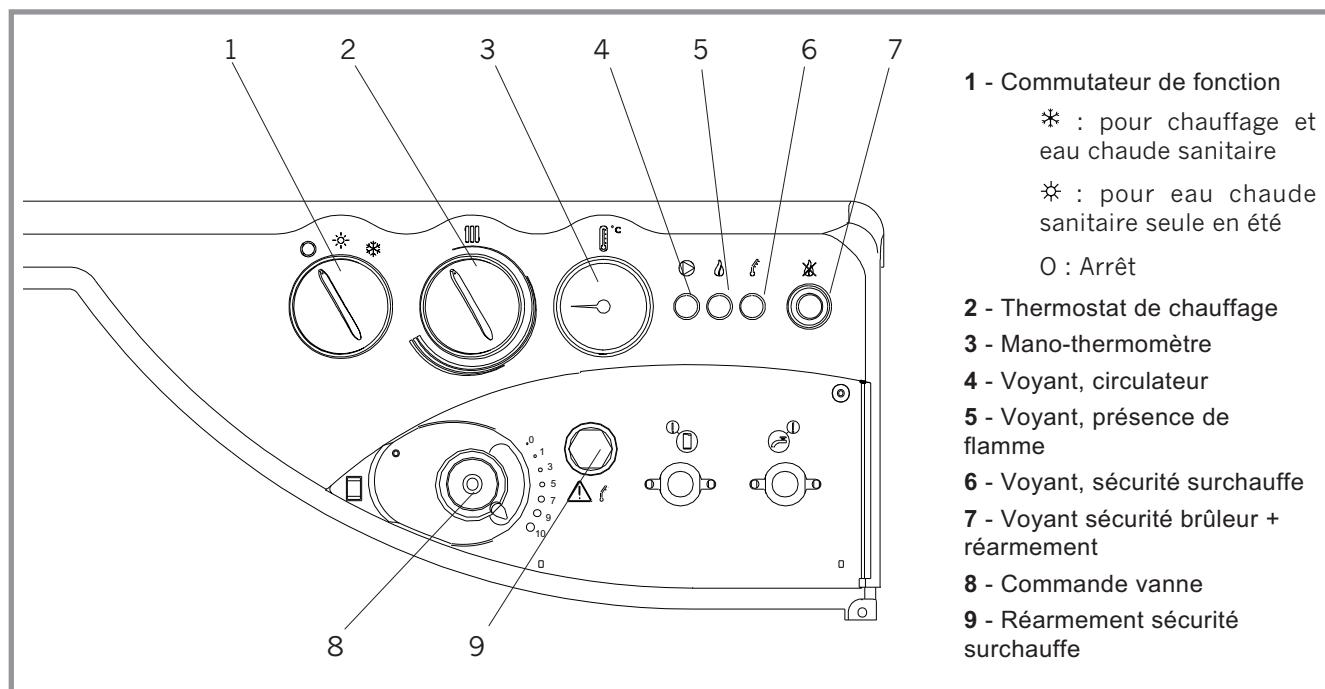

Figure 30 - Organes de commande et de contrôle
- Positionner le commutateur (rep. 1, fig. 30) sur la fonction désirée :
Si la chaudière est équipée d'un thermostat à régulation sur vanne, se référer au mode d'emploi de cette régulation. La chaudière s'allumera automatiquement lors d'une demande chauffage ou sanitaire après une phase de ventilation d'environ 15 secondes. La présence de flamme est signalée par le voyant vert (rep. 5, fig. 30).
- S'assurer que le thermostat de chaudière (rep. 2, fig. 30) est en demande.
- S'assurer que le thermostat de sécurité est bien armé, pour cela dévisser le capuchon (rep. 9, fig. 30) et appuyer sur le bouton.
- S'assurer que le brûleur n'est pas en sécurité, pour cela appuyer sur le bouton de réarmement sécurité du brûleur (rep. 7, fig. 30).
- Positionner le commutateur sur * (rep. 1, fig. 30)
- Régler la manette de la vanne mélangeuse (rep. 8, fig. 30) entre 1 et 10 pour obtenir la température désirée sur le circuit de chauffage (plage conseillée 5 à 10).
- Régler éventuellement le thermostat d'ambiance. Le voyant vert (rep. 4, fig. 30) indique le fonctionnement du circulateur chauffage.
- Placer le commutateur sur * (rep. 1, fig. 30).
- Régler la manette de la vanne mélangeuse (rep. 8, fig. 30) sur O.
- mettre le commutateur de fonction en position "O" (rep. 1, fig. 30, p. 19).
Lorsque la température dans le corps de chauffe dépasse 110 °C, la chaudière est stoppée par son dispositif de sécurité de surchauffe. Le voyant poussoir "sécurité brûleur" (rep. 7, fig. 30, p. 19) est allumé.
- Appuyer sur le voyant-poussoir (rep. 7, fig. 30, p. 19) pour réarmer le brûleur. Dans ce cas le voyant rouge (rep. 6, fig. 30, p. 19) s'allume pendant la phase d'allumage puis le brûleur passe en sécurité et le voyant-poussoir (rep. 7, fig. 30, p. 19) est de nouveau allumé.
- Attendre que la température de l'eau soit redevenue normale et réarmer la sécurité de surchauffe (rep. 9, fig. 30, p. 19) et le brûleur (rep. 7, fig. 30, p. 19)
En cas d'anomalie dans l'alimentation gaz ou en cas de défaut d'allumage, l'électrovanne du bloc gaz se ferme automatiquement : le voyant-poussoir de "sécurité brûleur" (rep. 7, fig. 30, p. 19) est allumé.
- Appuyer sur le voyant-poussoir pour réarmer le brûleur (rep. 7, fig. 30, p. 19).